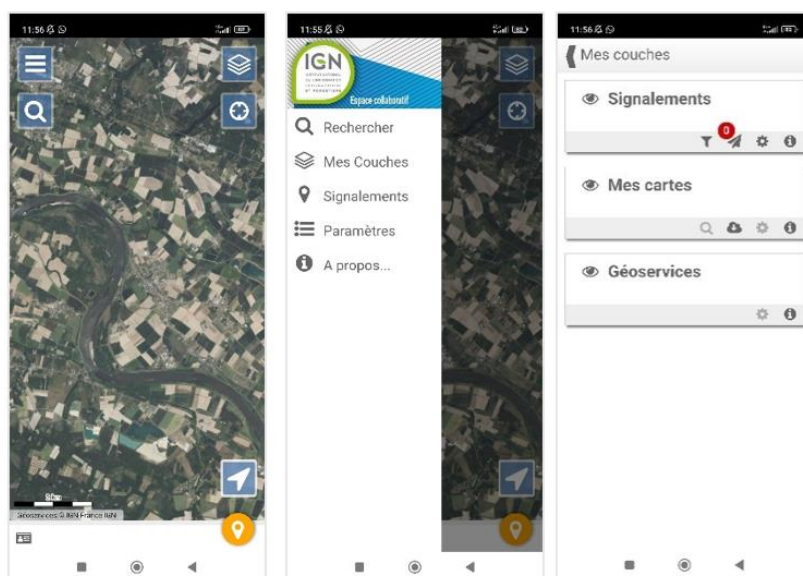

Figure 23 : captures d'écran de l'application mobile espace collaboratif IGN
- **L'application mobile** : elle permet, comme sur l'interface web, de visualiser les contraintes, dessertes, équipements, et itinéraires bois ronds, ainsi que d'ajouter des données dans la même base de données que celle de l'interface web. Il est possible de se géolocaliser et d'effectuer une trace GPS avec l'application pour faire des signalements. Il est également possible en théorie, de charger des couches hors connexion, dans les cas où elle serait utilisée dans des endroits sans réseau, ce qui est fréquent en massif forestier. Ici aussi, comme nous le disions, l'application NaviForest est en fait la même application que l'application Espace Collaboratif, mais paramétrée pour le groupe Acteur Filière Forêt Bois et avec une surcouche montrant le logo NaviForest (figure 23).